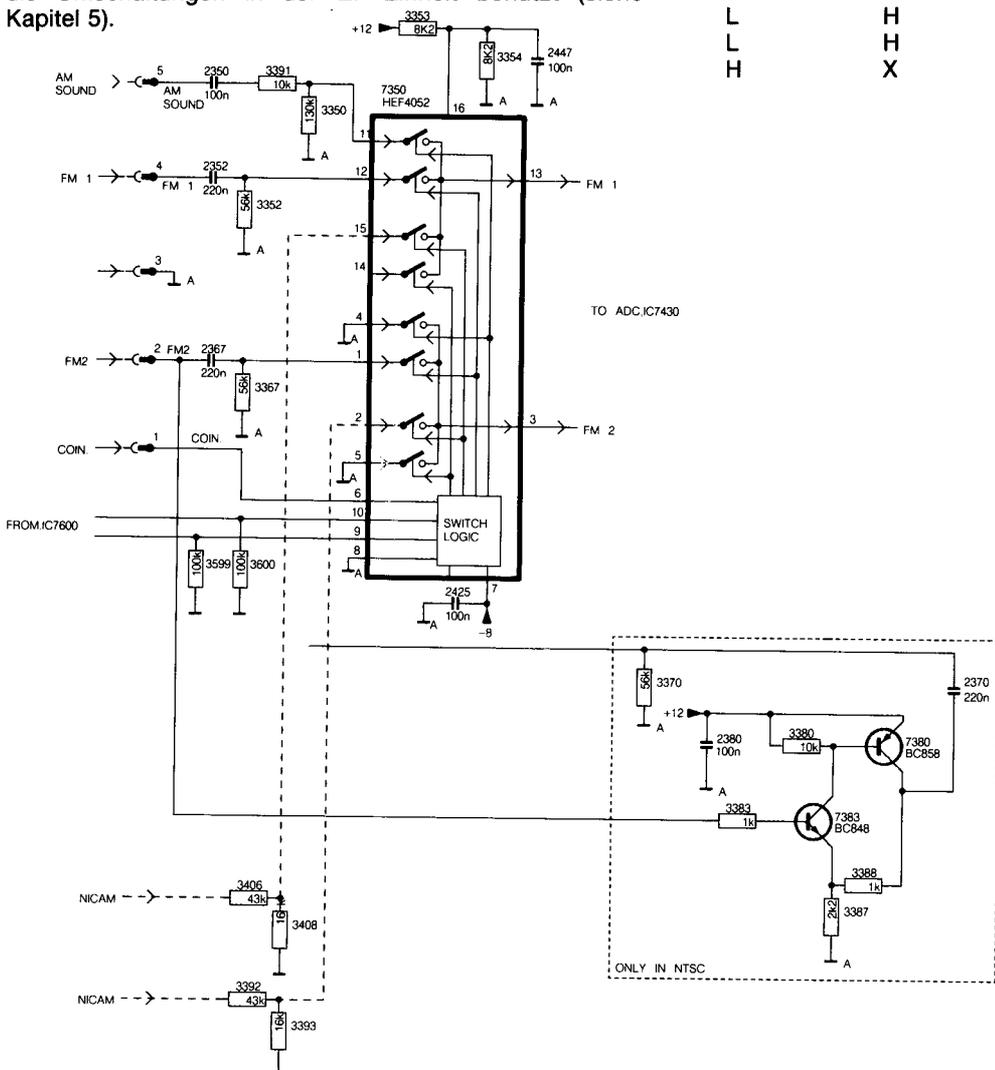

Fig. 6.3
6.3 Die Umschaltung zwischen FM, AM und NICAM (siehe Abb. 6.3)